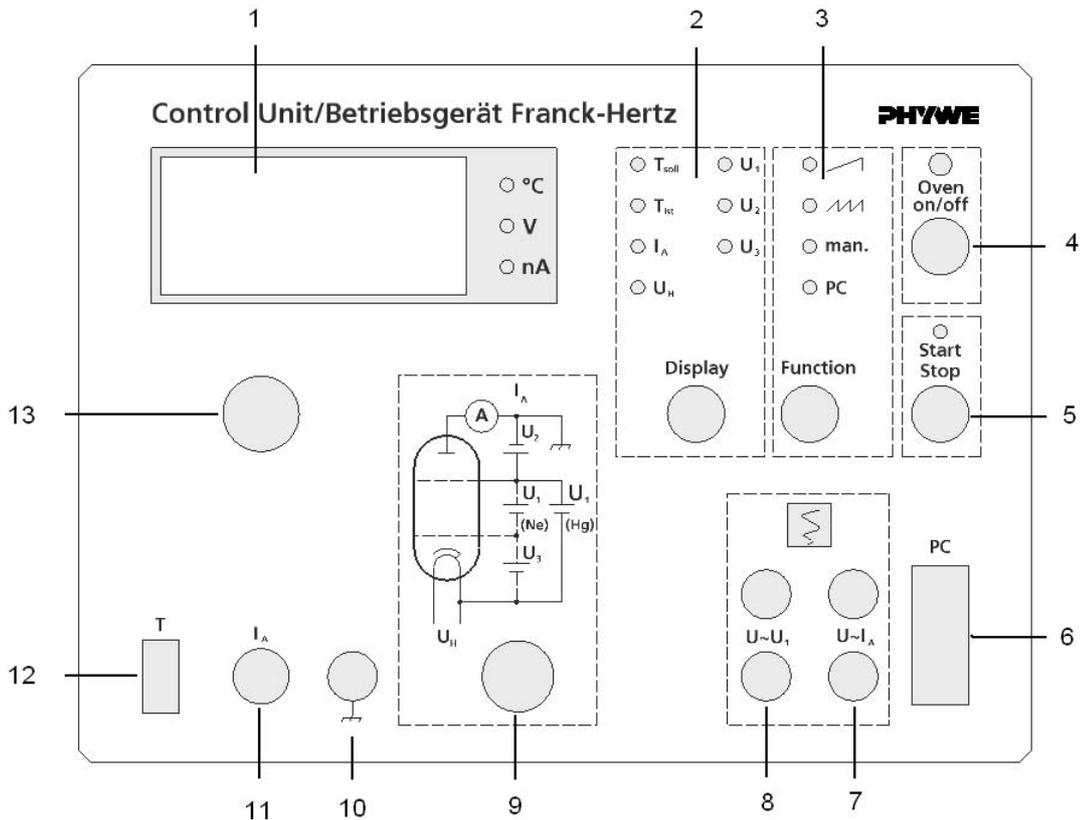

Abb.: 2 Franck-Hertz Betriebsgerät
3.1 Funktions- und Bedienelemente (Abb. 2)
- 7 4mm-Buchsen-Paar " $U \sim I_A$ " Analog-Ausgang (Y): Spannung proportional zum Anodenstrom.
- 8 4mm-Buchsen-Paar " $U \sim U_1$ " Analog-Ausgang (X): Spannung proportional zur Beschleunigungsspannung U_1 .